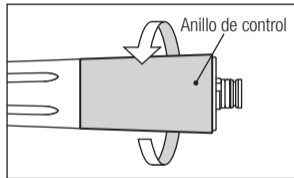

Fig. 14
- 1) Afloje y quite el anillo de control en la parte trasera de la pieza de mano. (X450L/X450) (Fig. 14)